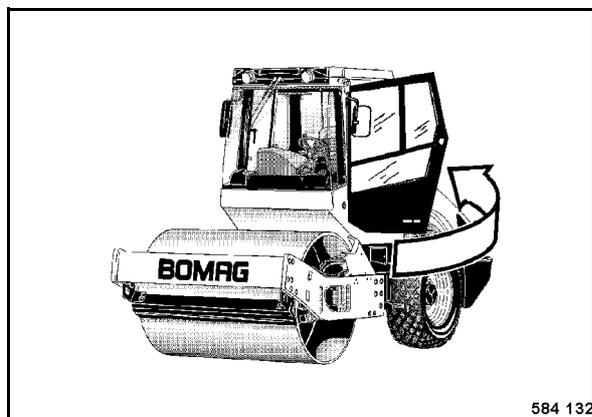

Рис. 55
- Заккрыть дверь кабины (Рис. 55).